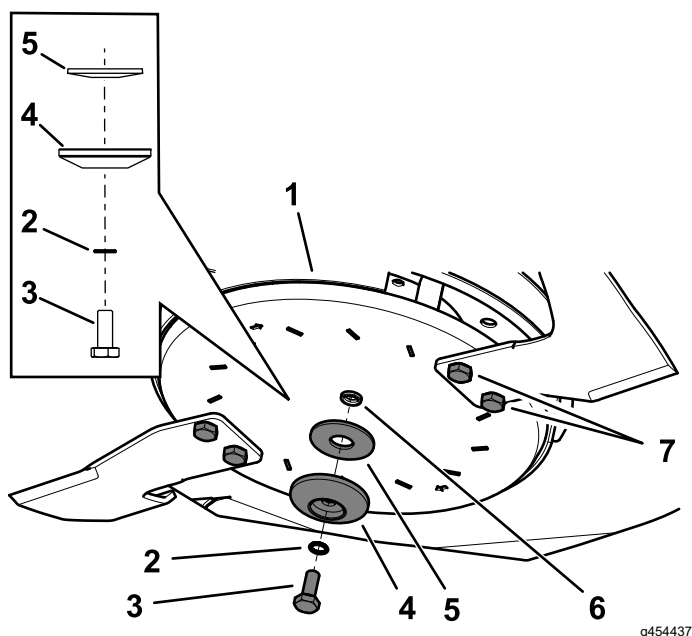

Figura 105
2. Retire o parafuso da lâmina, a anilha dentada, a fixação da lâmina e a anilha curva do eixo (Figura 105).
3. Retire o conjunto da lâmina (Figura 105).